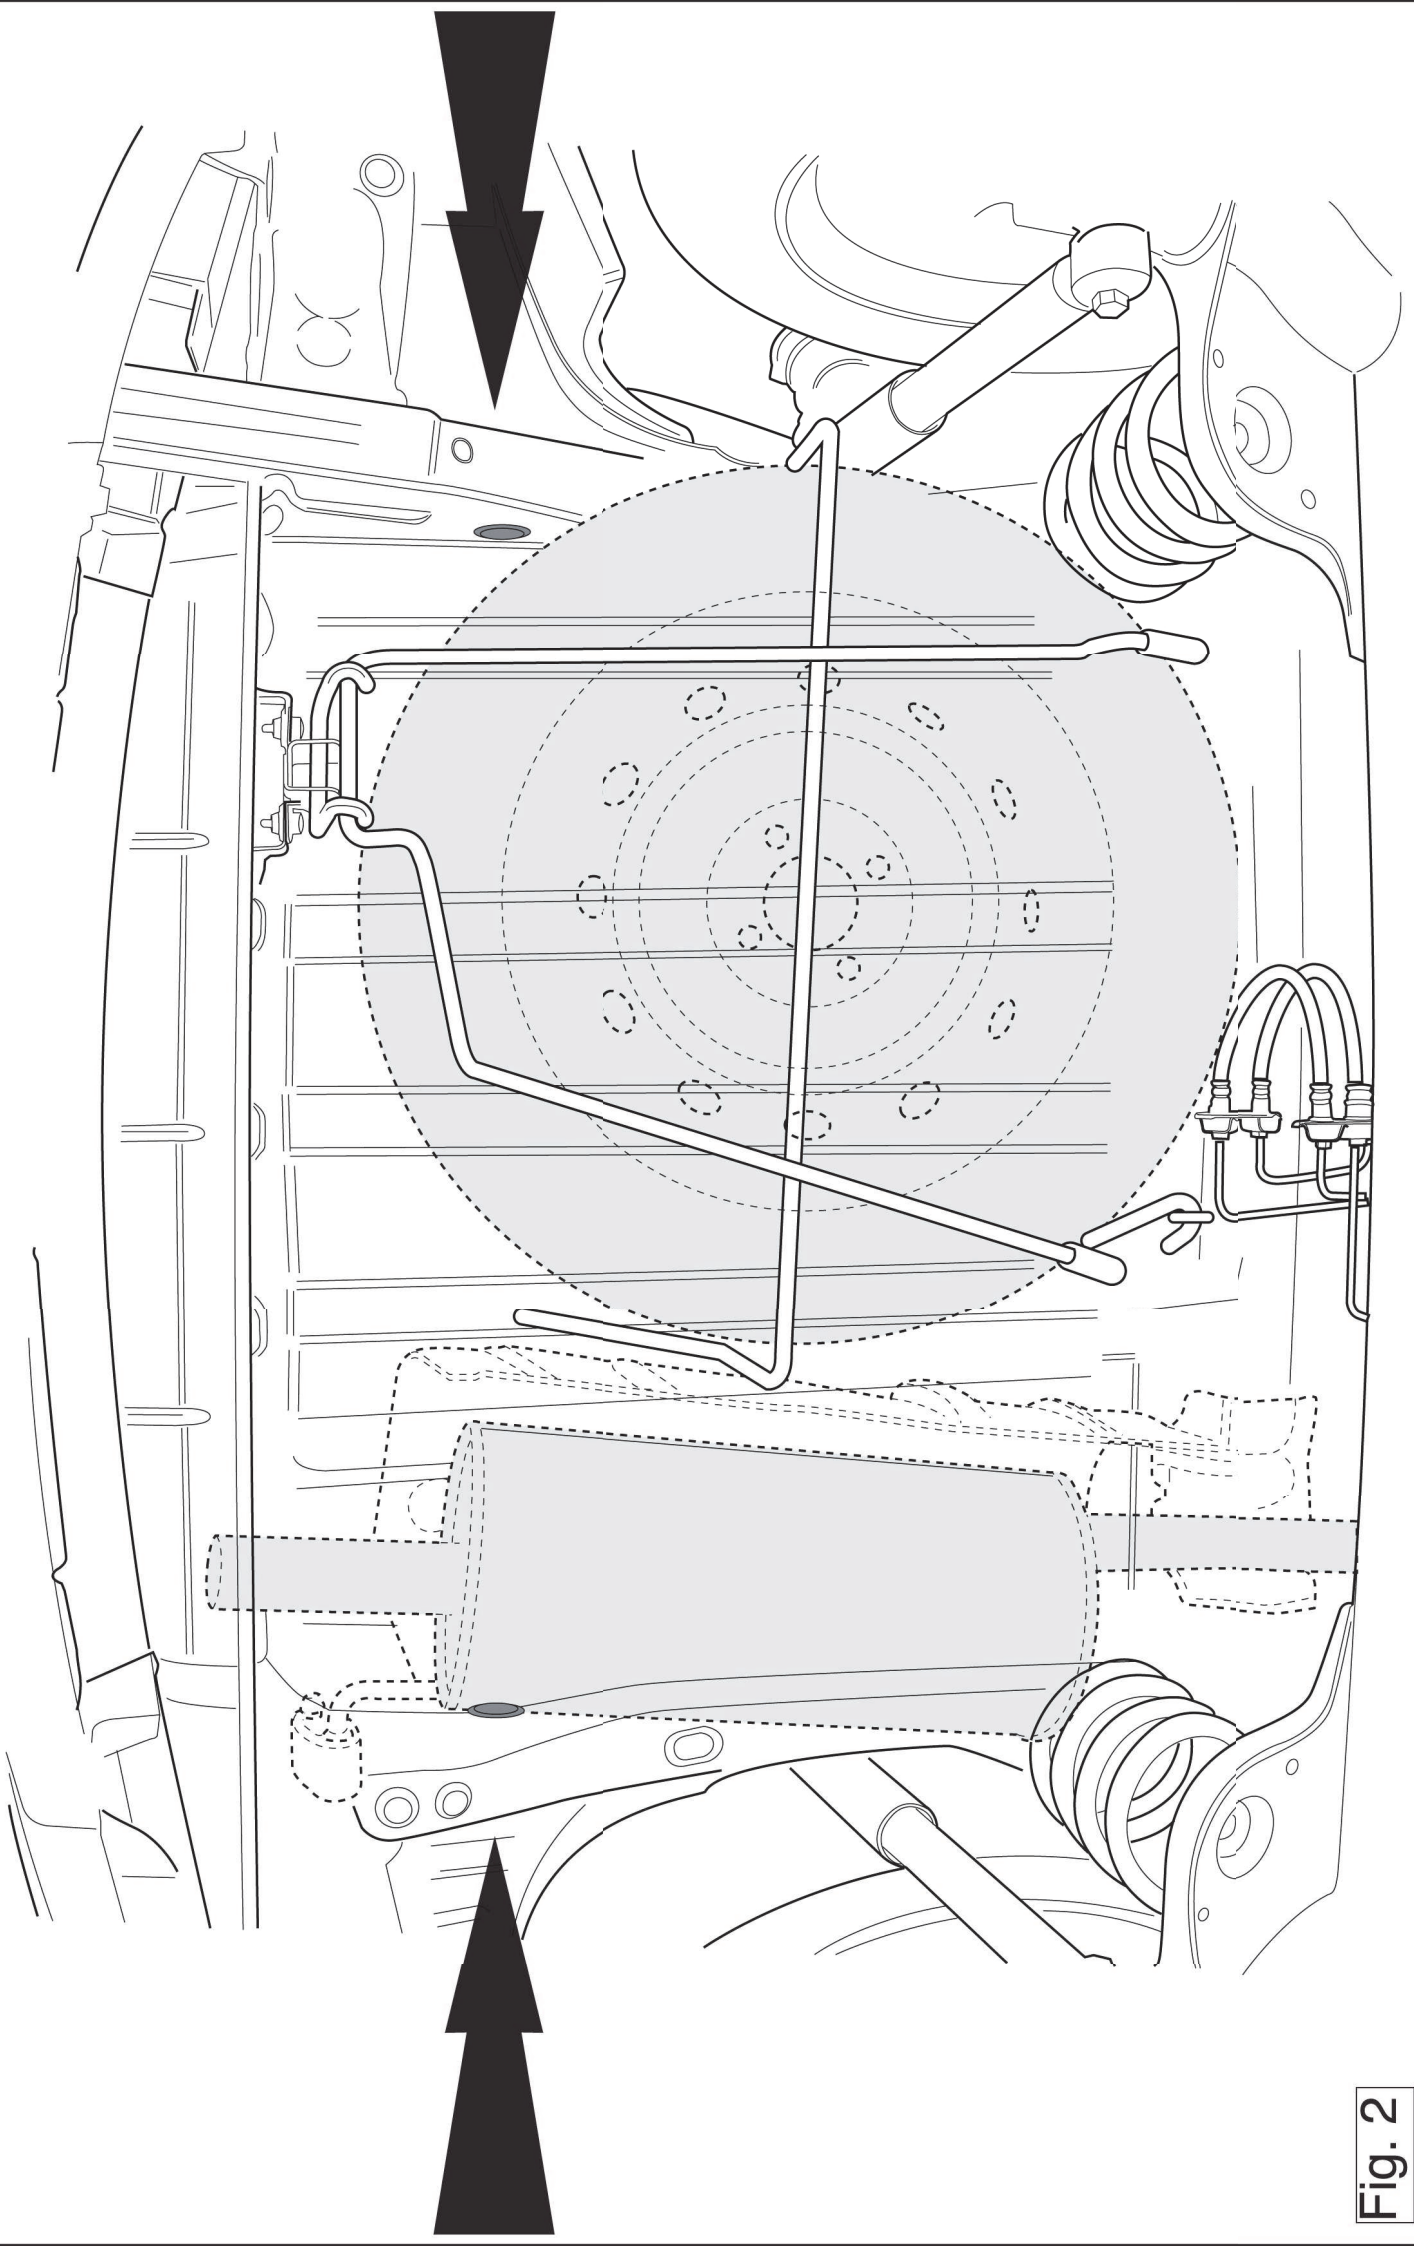

Fig. 2
5. Enlever en place le colmatage comme indiqué. Voir fig. 2.